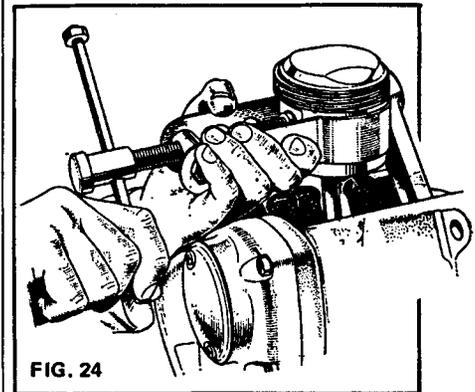

FIG. 24
- **Montage serré :** Dans ce cas, l'axe est monté serré dans le piston. Pour l'extraire, chauffer légèrement le piston et utiliser un extracteur d'axe (fig. 24). Au